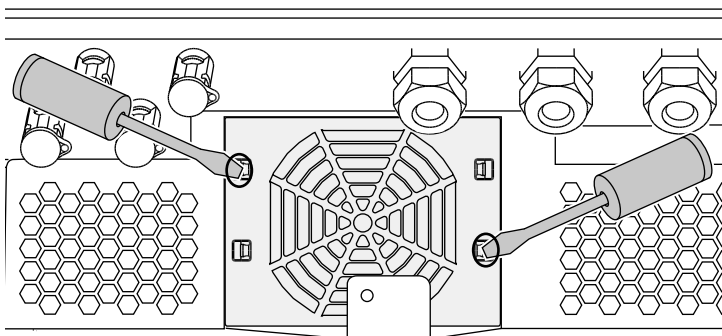

Abb. 71: Befestigungslaschen lösen
3. Mit einem zweiten Schraubendreher die Befestigungslaschen zur Lüftermitte drücken. Lüftereinheit leicht hervorziehen. ↗ Abb. 71